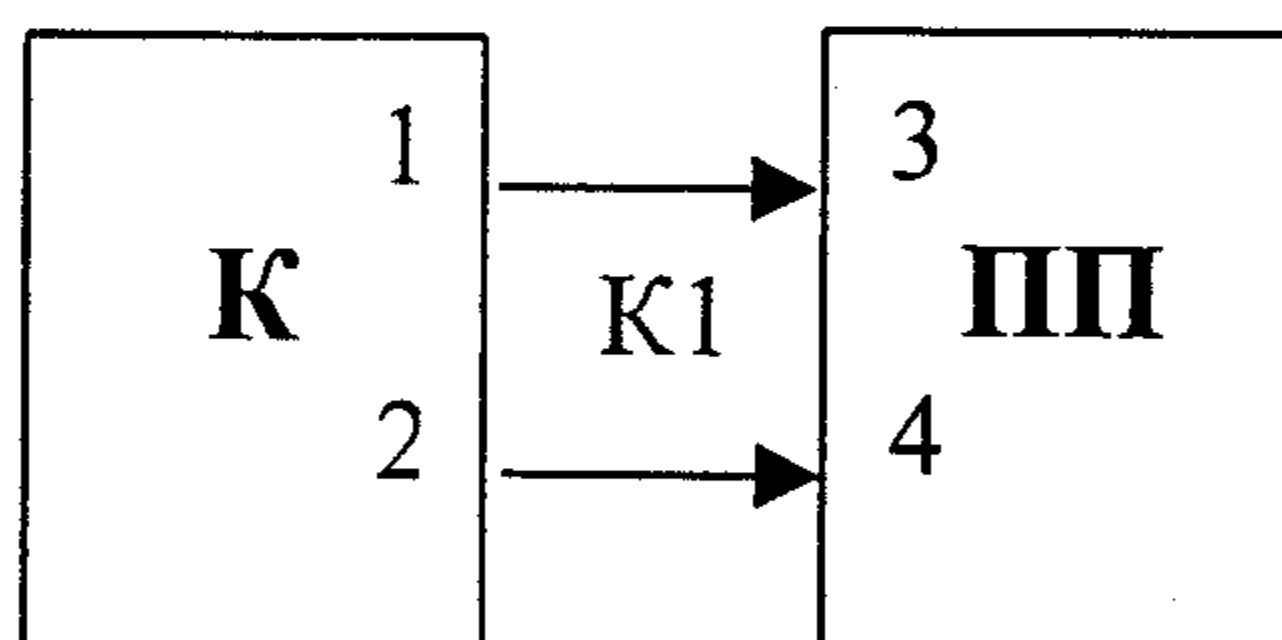

Рис.1
5.3.1. Проверьте работоспособность прибора регистрирующего измерительного во всех режимах работы, для чего соберите схему измерений в соответствии с рис.1